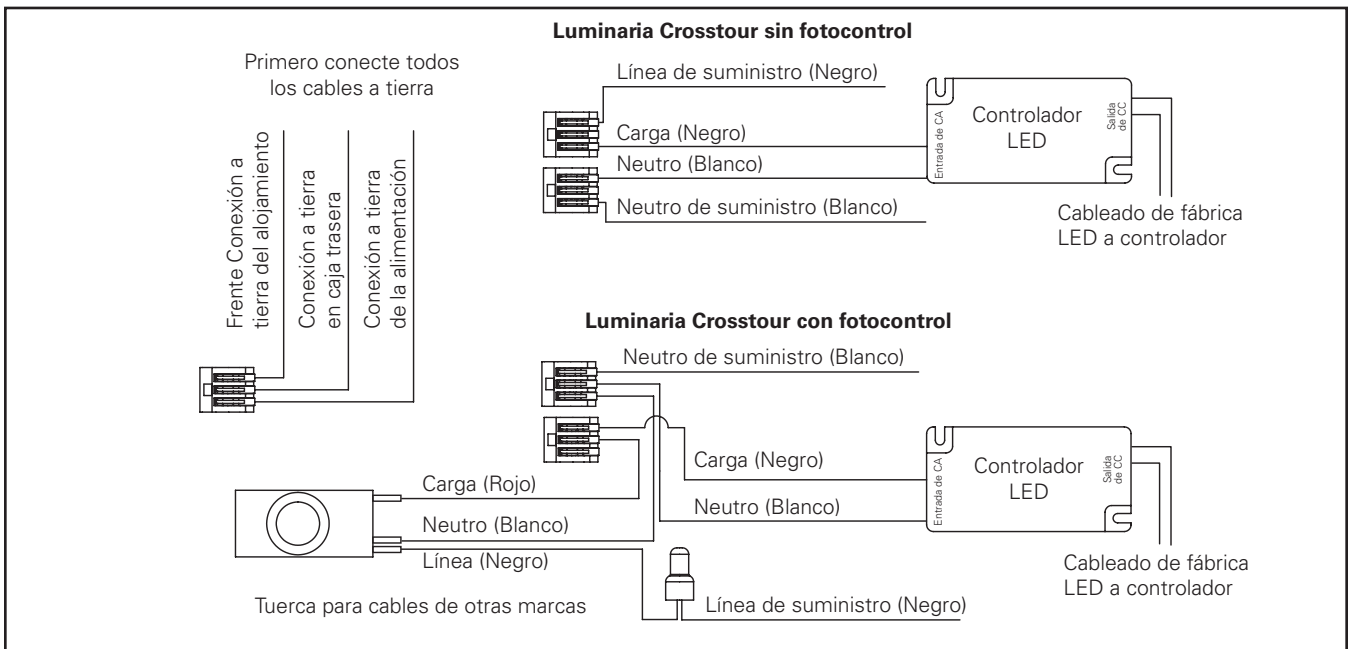
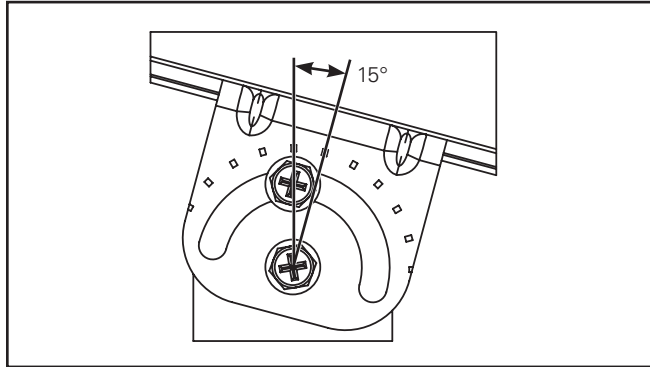

Figura 4.
Figura 5.
4. Pase los cables del dintel hacia la caja trasera y a través del orificio central para cables. Asegure el cierre de cables en la placa del dintel. Sujete la caja trasera al dintel utilizando los tornillos 8-32 incluidos con un sellador de roscas previamente aplicado. Ajuste/gire los cuatro tornillos a 30-40 in-lb. Asegúrese de que todos los tornillos estén igual de ajustados. Asegúrese de que la base del dintel del reflector esté bien presionada contra la caja trasera. La compresión total hará que no se vea ninguna brecha entre la caja trasera y la base del dintel del reflector. (Figura 4.)
5. Realice las conexiones de cables entre el cordón giratorio y los conectores de la luminaria Crosstour (Figura 4). Vuelva a unir la puerta del alojamiento. Ajuste/gire hasta 15-20 in-lb. Una el visor opcional y el protector contra impactos (Figura 5).